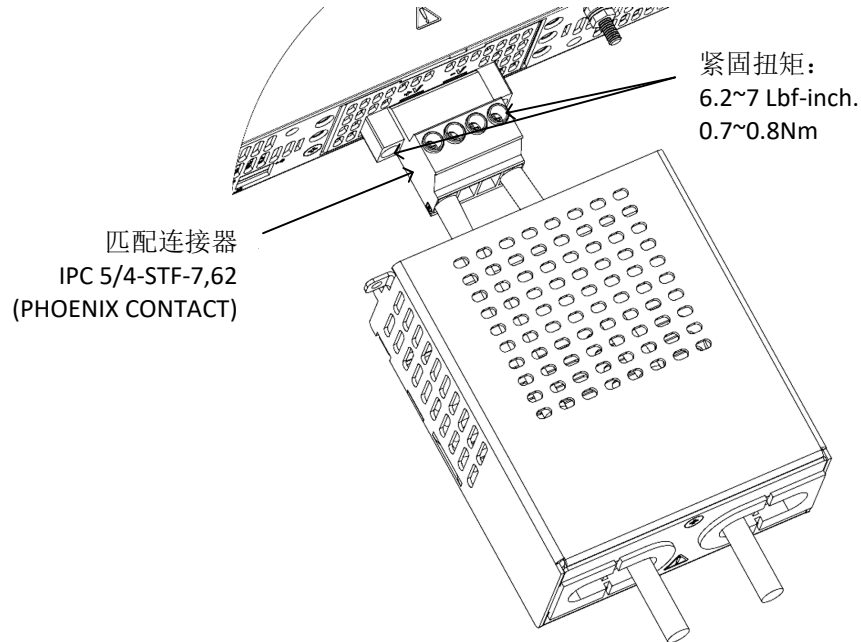

图 4-72: 负载线连接到输出插头
3. 将导线穿过输出保护盖，如图 4-72 所示。
4. 将裸线插入端子并拧紧端子螺钉（见图 4-72）。紧固扭矩：6.2-7 Lbf-inch.(0.7-0.8Nm)。
5. 将匹配连接器拧紧到电源后面板上（见图 4-72）。紧固扭矩：6.2-7 Lbf-inch.(0.7-0.8Nm)。